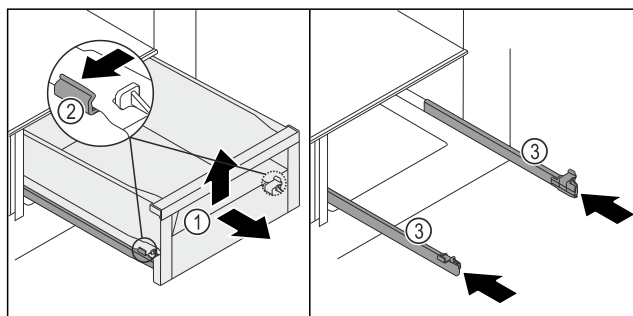

Fig. 170
- Estrarre il cassetto Fig. 170 (1) fino a battuta.
- Premere contemporaneamente e leggermente verso l'esterno il morsetto Fig. 170 (2) a sinistra e quello a destra sulle guide.
- Il cassetto Fig. 170 (1) si stacca dalle guide.
- Sollevare il cassetto Fig. 170 (1) anteriore.
- Estrarre il cassetto Fig. 170 (1) in avanti.
- Inserire le guide Fig. 170 (3).